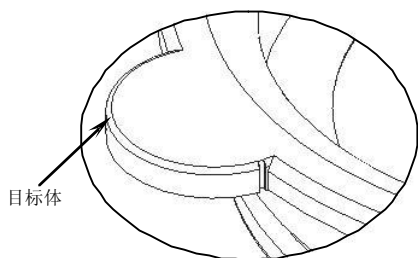

图5-68
19. 选择前两步绘制的草图轮廓，在【成形特征】工具条中单击【拉伸】按钮，弹出【拉伸】对话框。在【选择步骤】栏中选择【求差】选项，然后选择求差的目标体，并在【结束】输入框中输入“-3”，最后单击 **确定** 按钮创建拉伸切除特征，结果如图 5-68 所示。